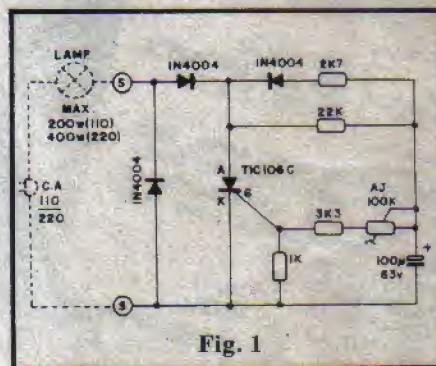

Fig. 1
• **FIG. 1** - O diagrama esquemático do circuito do FOGE mostra a sua grande simplicidade. A parte desenhada em tracejado indica a interligação do circuito com a lâmpada controlada e a rede C.A. O circuito em si utiliza as propriedades dos diodos comuns e do SCR (Retificador Controlado de Silício) de maneira direta e des-